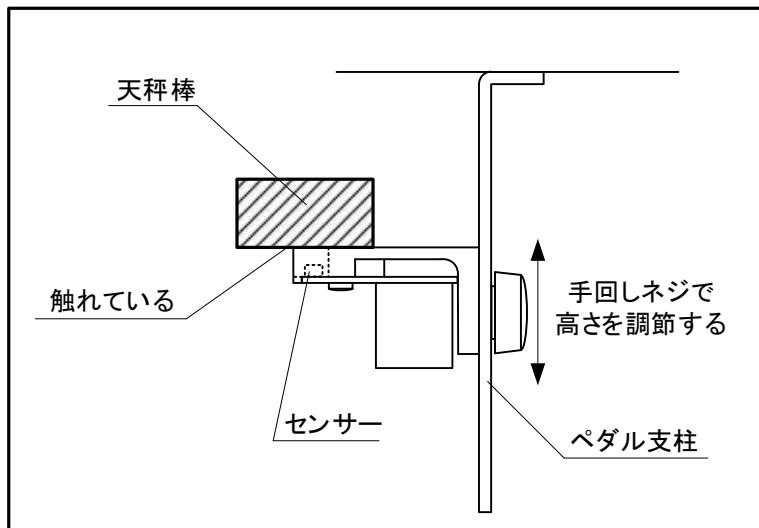

図4.4-2 センサー部の高さ調整
(2)ペダルを踏み込まない状態で、図4.4-2の様に手回しネジで高さを調節して、天秤棒の下面にセンサーブラケットの上面が触れていることを確認する。また、ペダルを踏むとセンサーから天秤棒が離れる事も確認する。